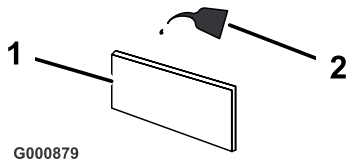

Figura 32
- Embeba o elemento em óleo de motor novo (Figura 32). Aperte o elemento para remover o excesso de óleo.